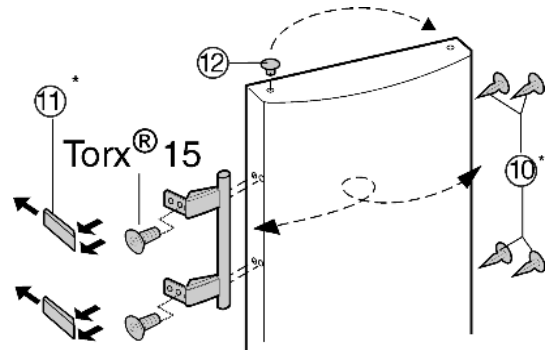

Fig. 7
- ▶ Izvadite čepove Fig. 7 (12) iz čahura ležaja i premjestite ih.
- ▶ Skinite ručku na vratima, čepove Fig. 7 (10) i pritisne ploče Fig. 7 (11) i premjestite ih na suprotnu stranu.